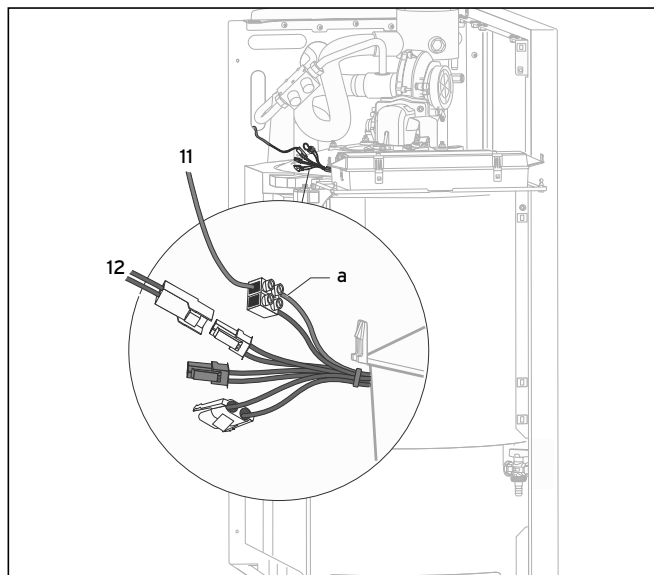

Рис. 5.5 Щуп накопителя и щуп температуры нагрева
- Электроподключение накопителя выполняется на белых штекерах в кабельном стволе (рис. 5.5 (12)).